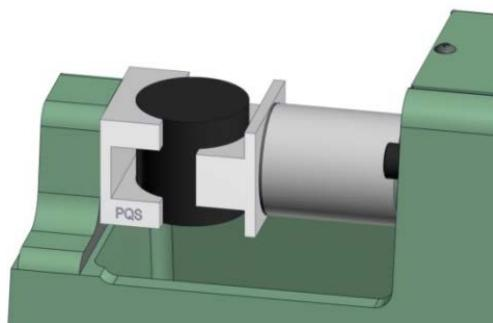

Abbildung 5.3.4
7. Nachdem die Probe bricht, wird der rote Druckanzeigestift des Druckmessgeräts die maximale Spaltfestigkeit (σ_D in N/cm²) anzeigen. Nehmen Sie die Probe aus der Universalsandfestigkeitsmaschine. Der maximal angezeigte Wert geteilt durch zwei auf der Außenskala ist die Scherfestigkeit (σ_S in N/cm²). Siehe nachfolgende Abbildung 5.3.4. bezüglich des Testverfahrens.